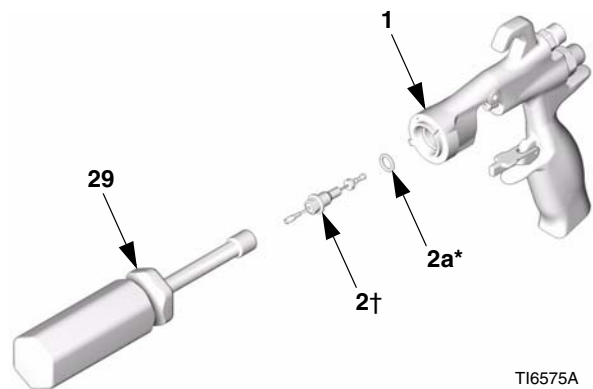

FIG. 43
5. Trä på sätet (10) på axeln (9). Kontrollera att den koniska änden på sätet vänder mot den tjockare delen på axeln. Sätt försiktigt i axeln (9) och sätet (10) i luftventilen (8*).
6. Montera de två fjädrarna (15 och 19). Skruva in fjäderlocket (11) i bakänden på pistolhuset. Dra åt till moment 20-21 N•m.
7. Fetta in o-ringarna på nålenheten lätt och axeln där tätningarna glider. Kontrollera att o-ringen (2a*) sitter på plats i pistolhuset (1).
8. Sätt i färgnålsenhetsen (2) i framänden på pistolen. Använd mutternyckeln (29) för att skruva in färgnålsenhetsen i pistolhuset (1) och dra åt till moment 6-7 N•m. Se FIG. 43.